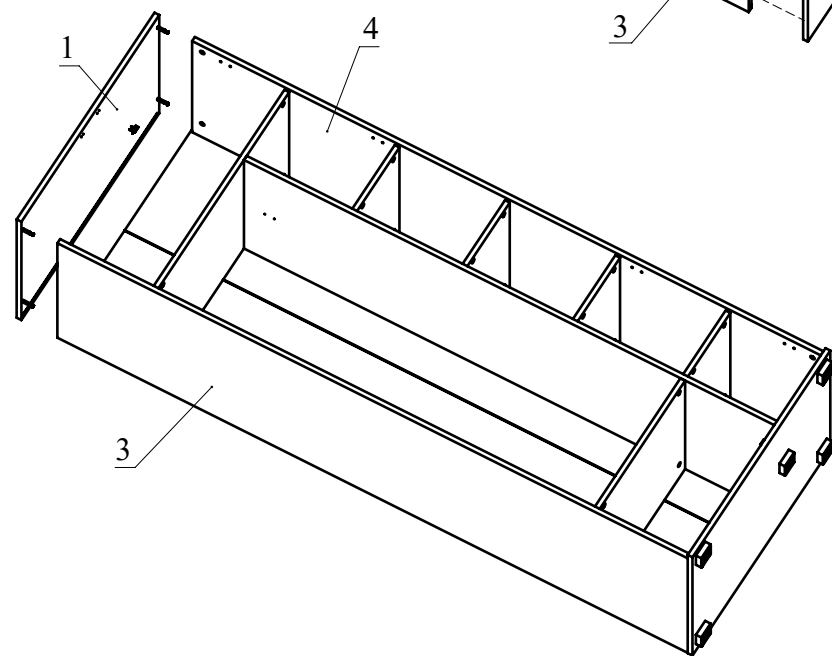

Рис.6
- Установите деталь 1 на детали 3, 4 и затяните головки минификсов (Рис. 6). Прикрутите опоры к детали 2 с помощью шурупов 3,5х16 на расстоянии 20 мм от бокового и переднего края и на расстоянии 20 мм от заднего края. Центральную опору прикрутите под центральной боковиной (Рис. 6).